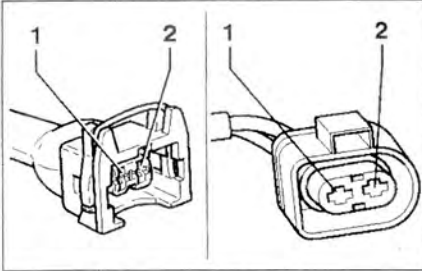

Рис. 3.46. Измерьте напряжение между контактом 1 клапана и соединением на «массу» двигателя.
26. Если заданное значение достигается: включите зажигание. Измерьте напряжение между контактом 1 клапана и соединением на «массу» двигателя (рис. 3.46). Заданное значение: напряжение батареи.